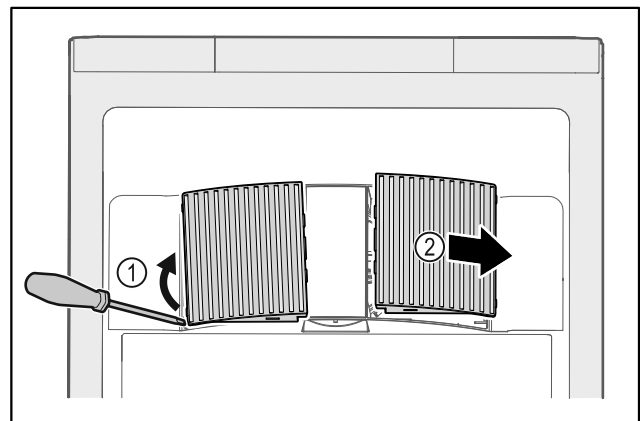

Fig. 228
- ▶ Abrir cuidadosamente las cubiertas del ventilador haciendo palanca por un lado Fig. 228 (1) y retirarlas hacia delante Fig. 228 (2).